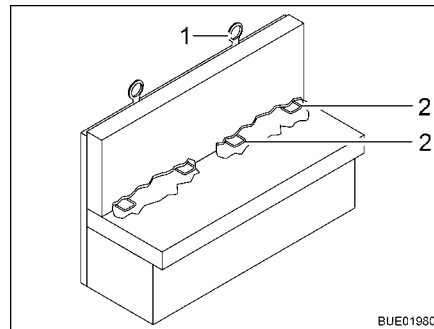

Fig. 23 Sistema de sujeción para sillas de seguridad para niños ISOFIX
Si el vehículo está equipado con un sistema de sujeción para sillas de seguridad para niños ISOFIX, los asientos apropiados para el mismo estarán marcados con el símbolo ISOFIX. Estos asientos del vehículo dispondrán de estribos de sujeción (Fig. 23,2) y otro punto de anclaje en la parte superior del respaldo (Top Tether) (Fig. 23,1). Usar unos sistemas de retención infantil apropiados para ISOFIX. Los sistemas de retención infantil tienen brazos de enganche que se engatillan en los estribos de sujeción del asiento del vehículo.
- Si es posible, fijar el asiento infantil adicionalmente en el Top Tether (Fig. 23,1).